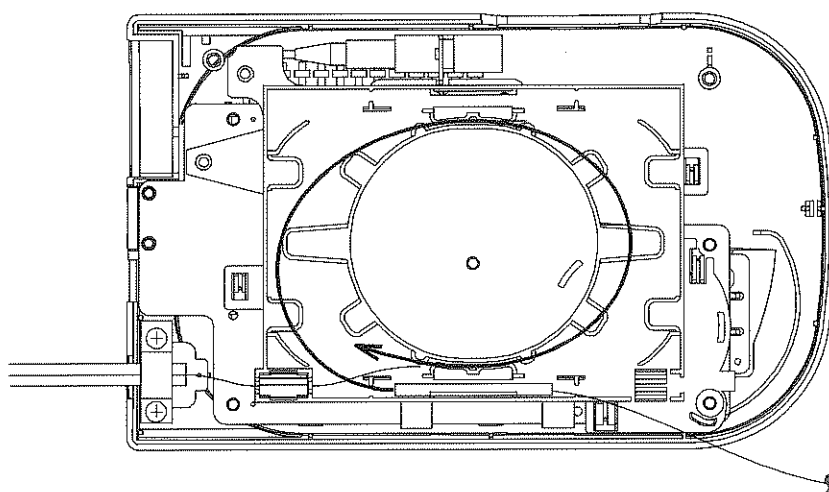

図 4-27 センタ側ケーブルの余長処理
- ③ センタ側ケーブルの光ファイバ素線をスプライストレイの余長処理部に沿って引き回し余長を収納します。(図 4-27 参照)